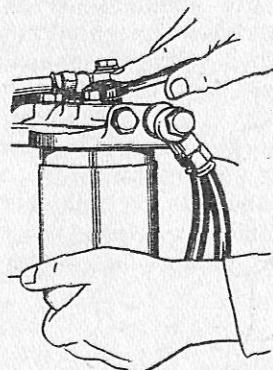
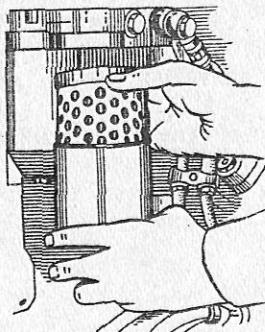

Рис. 72. Вывертывание болта крепления колпака
Рис. 73. Замена фильтрующего элемента
2. Отвернуть болт крепления колпака фильтра (рис. 72), снять колпак, удалить старый фильтрующий элемент (рис. 73) и выпить остатки топлива.